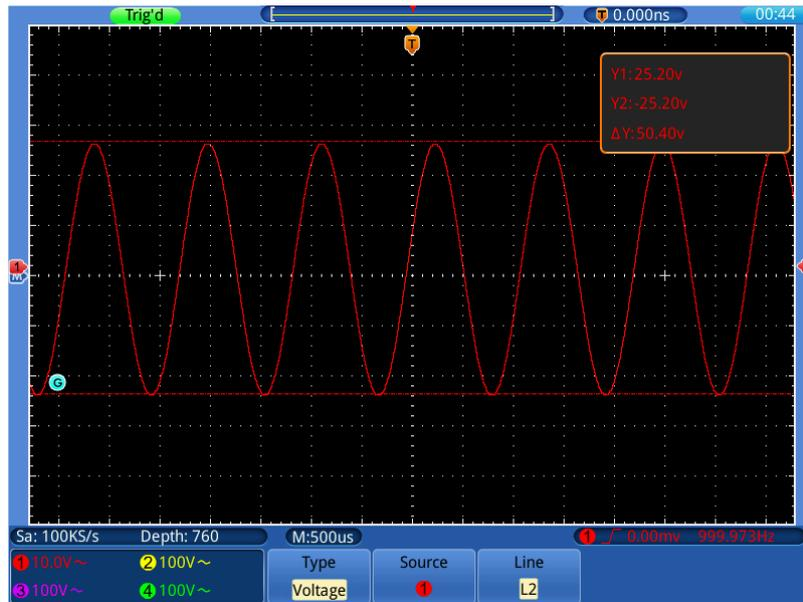

Figure 0-10 Forma de onda de la medición de tensión con cursor
2. Seleccione **Source** en el menú inferior y ① en el de la izquierda.
4. Seleccione **Line** en el menú inferior y **L1** en el de la derecha. El icono  que aparece junto a la línea de puntos de L1, significa que puede girar la perilla **G** para ajustar la posición de L1. Seleccione **L2** para ajustar la posición de L2. Seleccione **L1&L2** para ajustar los dos cursores al mismo tiempo. La ventana de medición con cursor en la parte superior derecha muestra la posición actual de los dos cursores y el valor absoluto de diferencia de tensión (consulte la fig. 0-10).